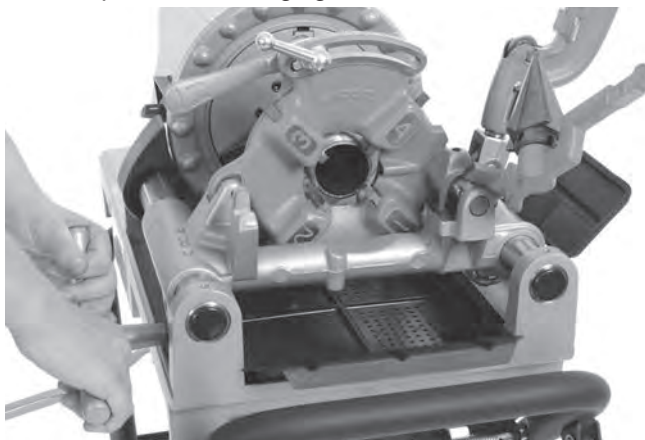

Figure 24 – Filetage des tuyaux (ici, à l'aide d'une tête de filière à ouverture rapide)
7. Tournez le volant du chariot pour faire avancer la tête de filière jusqu'à l'extrémité du tuyau (Figure 24). Appuyez légèrement sur le volant pour que la tête de filière puisse entamer le filetage du tuyau. Une fois le filetage entamé, il n'y aura plus besoin d'appuyer sur le volant du chariot.